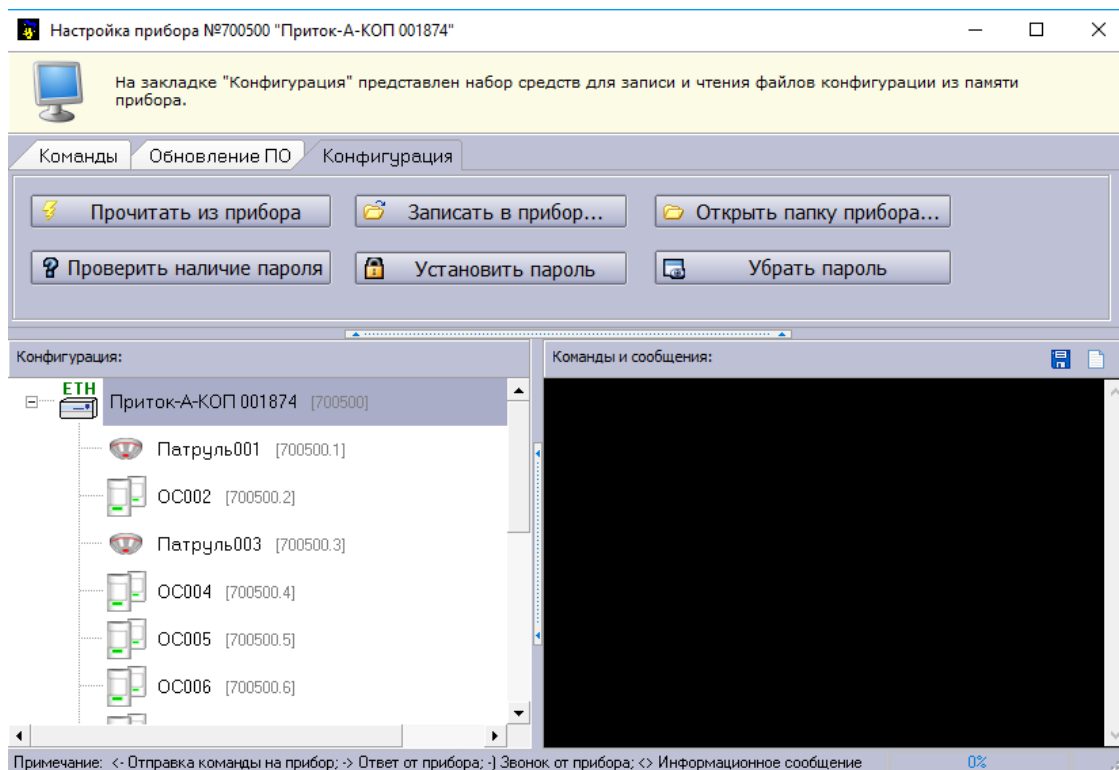

Рисунок 30 – Изменение конфигурации прибора по каналу связи
1. Считать текущую конфигурацию прибора во вкладке «Конфигурация» (см. рисунок 30):
## 3. Записать измененный файл с конфигурацией в прибор во вкладке «Конфигурация» окна «Настройки прибора» (см. рисунок 30):
На АРМ ПЦН доступны следующие функции для работы с паролем на конфигурацию прибора (см. рисунок 30):